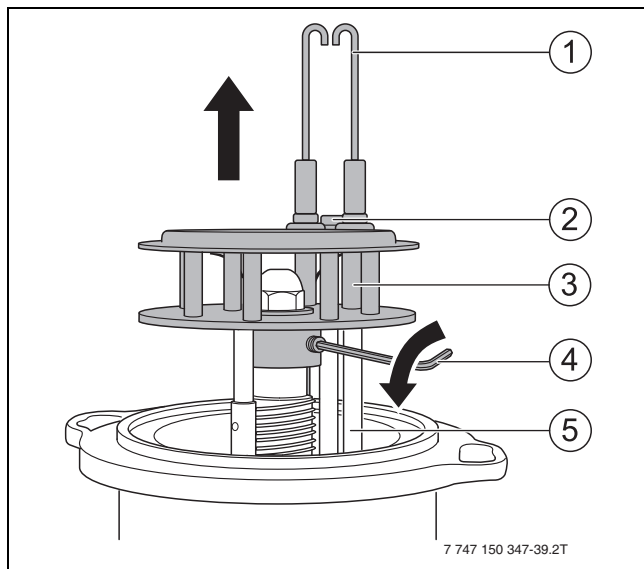

Fig. 37 Démontage du système de mélange
- Déserrer la vis (fig. 37, [2], page 23) entre les électrodes d'allumage.
- Démonter l'électrode d'allumage (fig. 37, [1], page 23).
- Fixer le système de mélange avec tige filetée (→ fig. 37 [4], page 23).